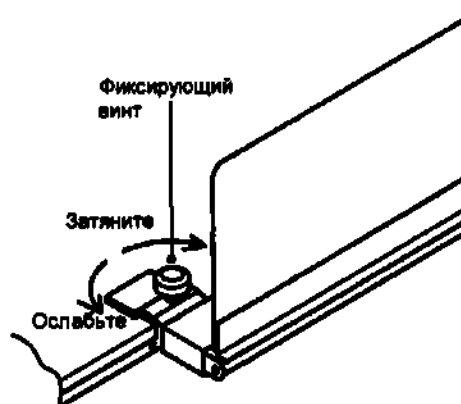

Рис. 6-10
(1) Процедура установки защитной пластины
- <2> Поверните фиксирующий винт по часовой стрелке для закрепления (рис. 6-10).
(3) Процедура снятия рентгенозащитной пластины
- <1> Поверните фиксирующий винт против часовой стрелки, чтобы ослабить фиксацию пластины. (Рис. 6-10.)